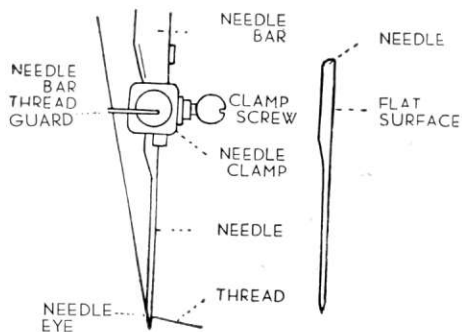

Fig. 3
- 2) Houdt de naald in de linkerhand met de punt naar beneden en steek de naald in de naaldhouder, zover mogelijk, met de platte kant naar rechts; draai dan de naaldklem vast. (fig. 3)